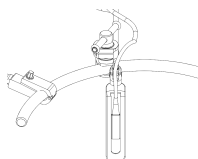

Figura 17
- Deslice las cuñas de calce del **cable de luz, cuña de calce, de 10', no estéril** (ML-0068) en los canales de calce de las **hojas retractoras**. (Figura 17)